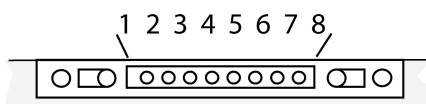

Bild 4: Anschlussbuchse für externe Taster
- Taster-Leitung an Anschluss "**Ext.**" (8) aufstecken. Pinzuordnung beachten (siehe Bild 4).